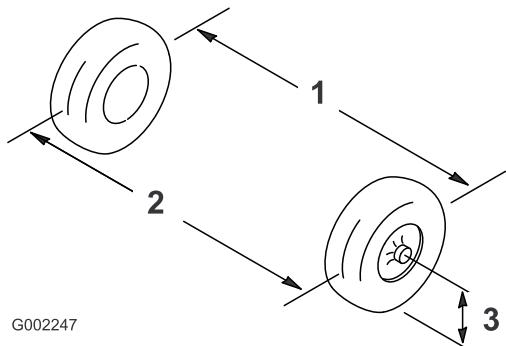

図 49
2. 前輪の前と後ろで、左右のタイヤの中央線間距離を測る ; 計測はアクスルの高さで行う (図 49)。